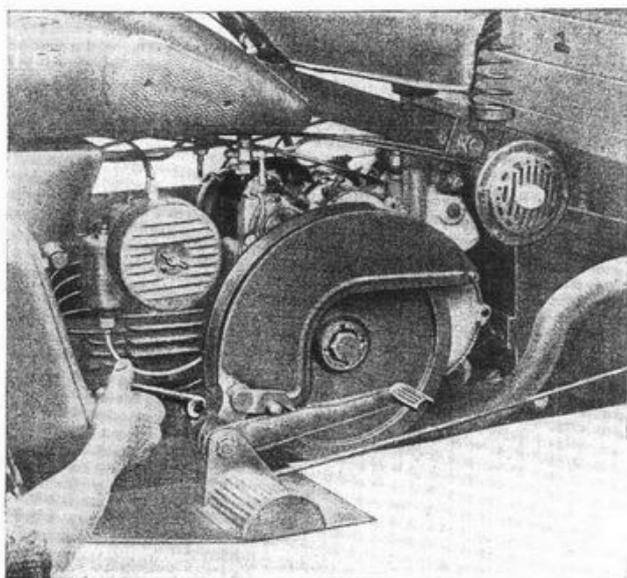

Fig. 6
- Con chiave fissa da mm. 10 (T 9614) il bullone che fissa il carterino coprivolano al telaio e con cacciavite levare le due viti che lo fissano alla scatola del motore (v. fig. 6).